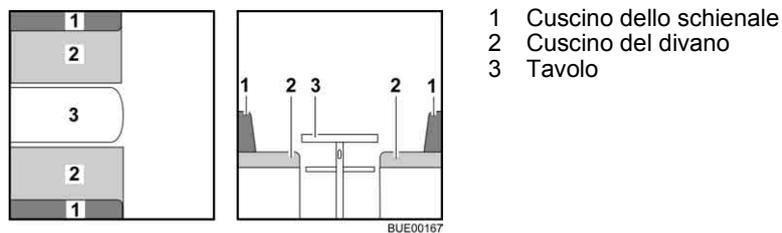

Fig. 84 Prima della trasformazione
- Trasformare il tavolo (Fig. 84,3) in struttura di supporto letto (vedi paragrafo 6.12).